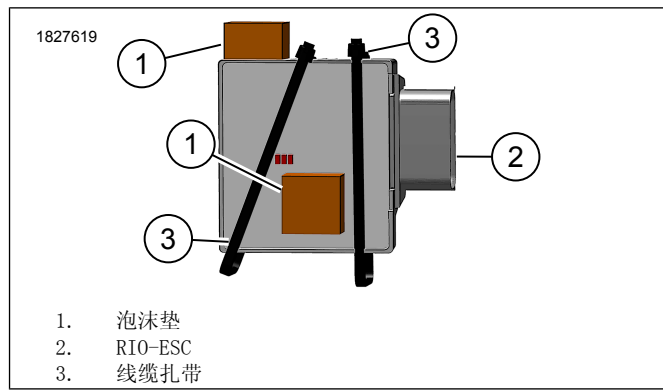

图6。将泡沫垫安装到RIO
6. 参见图6。将泡沫垫(1)安装到RIO-ESC(2)上。